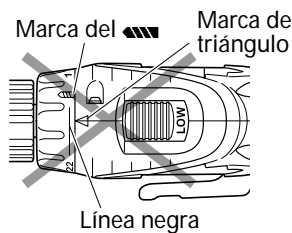

Fig. 17
- Evite usar la unidad con el número del dial del embrague entre "22" y la línea provista en el medio de la marca del taladro "▲". Si lo hiciese, se podrían producir daños (Consulte la Fig. 17).